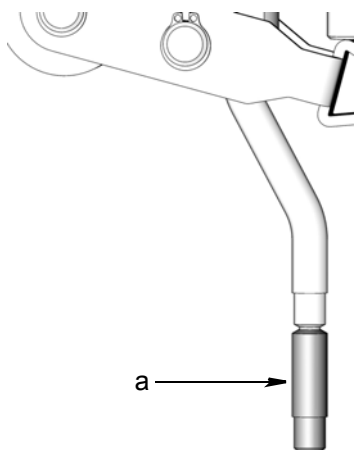

ABB. 2
- a. Länge des Saugschlauchs kontrollieren. Falls er zu lange ist, um in den Speicherbehälter zu passen, den unteren Teil des Schlauchs (a) mit einer Zange abbrechen (ABB. 2).